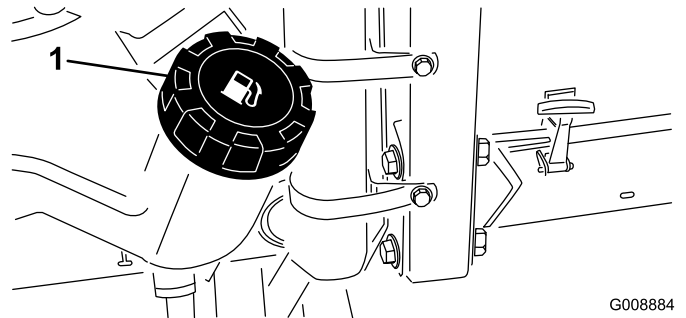

Figura 28
1. Pulite l'area circostante il tappo del serbatoio carburante (Figura 28).